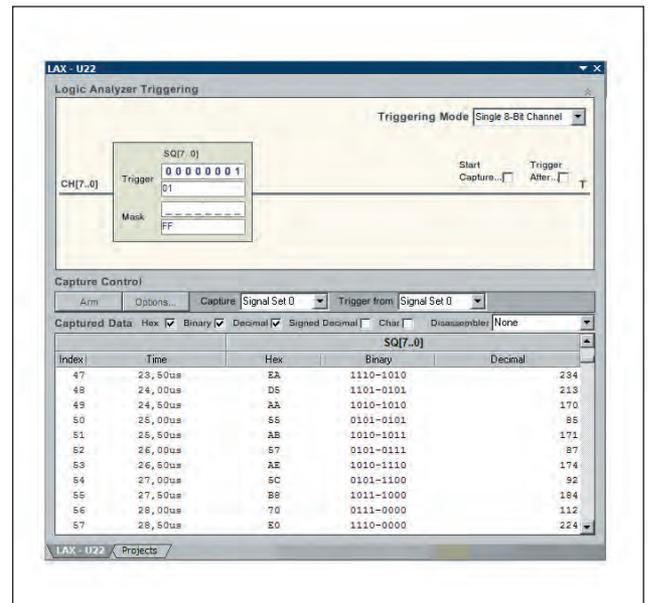

Рис. 15. Плавающая панель логического анализатора
■ *Show Panel* (Показать панель) — щелчок левой клавишей мыши на этой кнопке открывает плавающую панель рабочего пространства *LAX* (рис. 15), содержащую еще ряд настроек логического анализатора и отображающую набранную выборку: